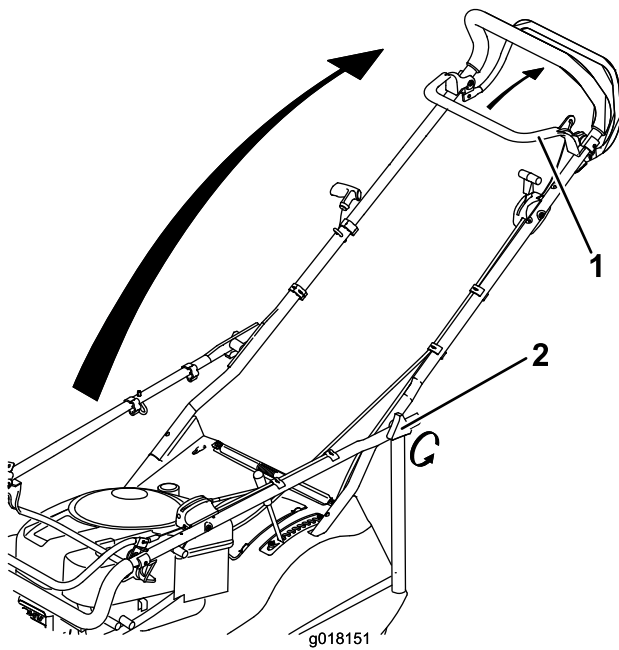

Bild 3
1. Lösen Sie die Handräder am Führungsholm (Bild 3).